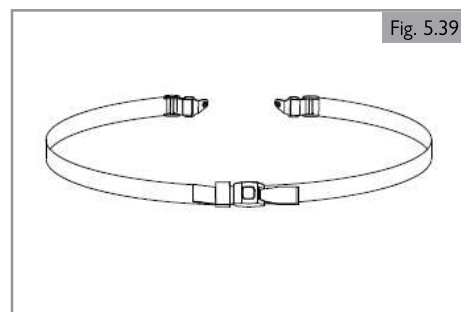

Fig. 5.39
1. Desserrez (A) d'un tour.
2. Ajustez (B) à la position désirée.
3. Resserrez (A).
**5.13 Ceinture de sécurité / Ceinture de positionnement (Fig. 5.39)****⚠ DANGER / AVERTISSEMENT !**